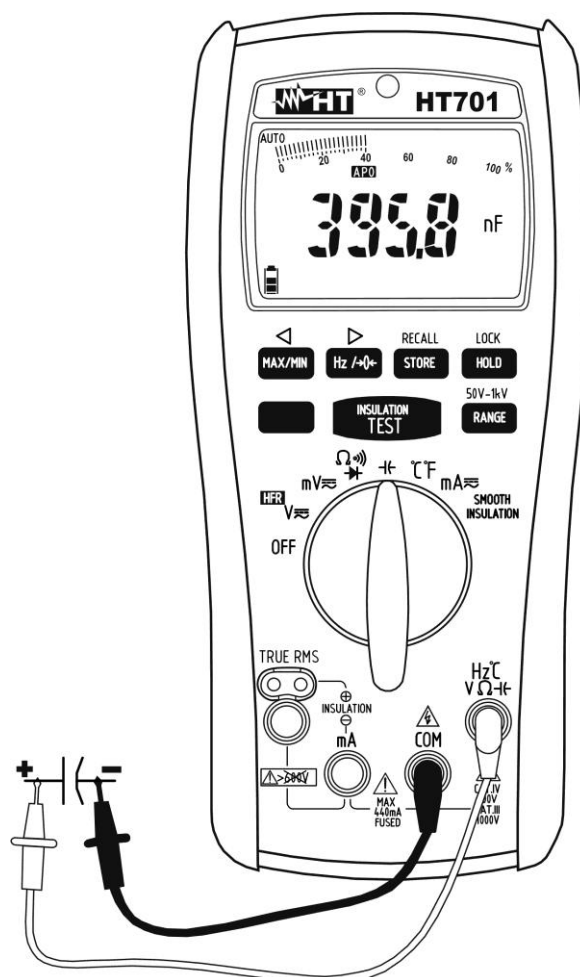

Fig. 8: Uso do instrumento para medir Capacidades
4. Inserir o cabo vermelho no terminal de entrada **Hz CV Ω H** e o cabo preto no terminal de entrada **COM** (consultar o Fig. 8).